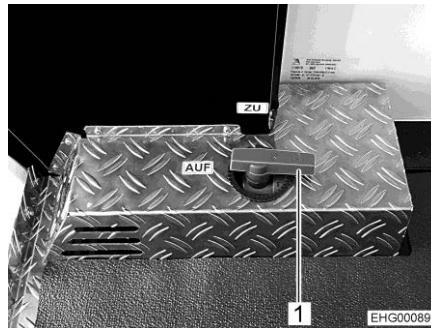

Fig. 194 Leva di comando (rubinetto di scarico)
La leva di comando (Fig. 194,1) per lo scarico delle acque grigie si trova nel garage di coda. Il tubo di scarico con collegamento per un tubo di gomma per lo scarico si trova sotto al veicolo.
- Aprire il rubinetto di scarico. A tale scopo, ruotare la leva di comando (Fig. 194,1) in posizione "AUF" (aperto). Le acque grigie fuoriescono.
- Dopo il deflusso completo delle acque grigie, richiudere il rubinetto di scarico. A tale scopo, ruotare la leva di comando (Fig. 194,1) in posizione "ZU" (chiuso).